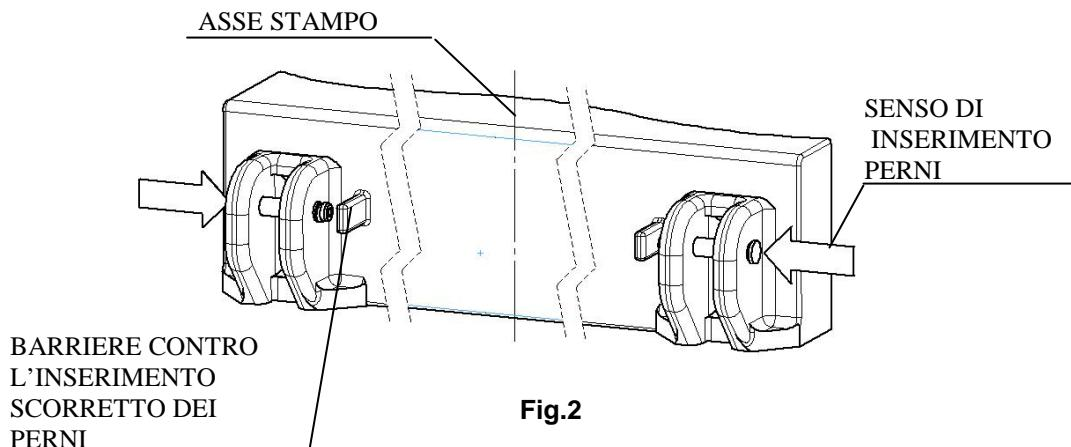

Fig.2
3.6 Si consiglia l'uso di barriere per impedire l'inserimento scorretto dei perni (vedi fig.2).